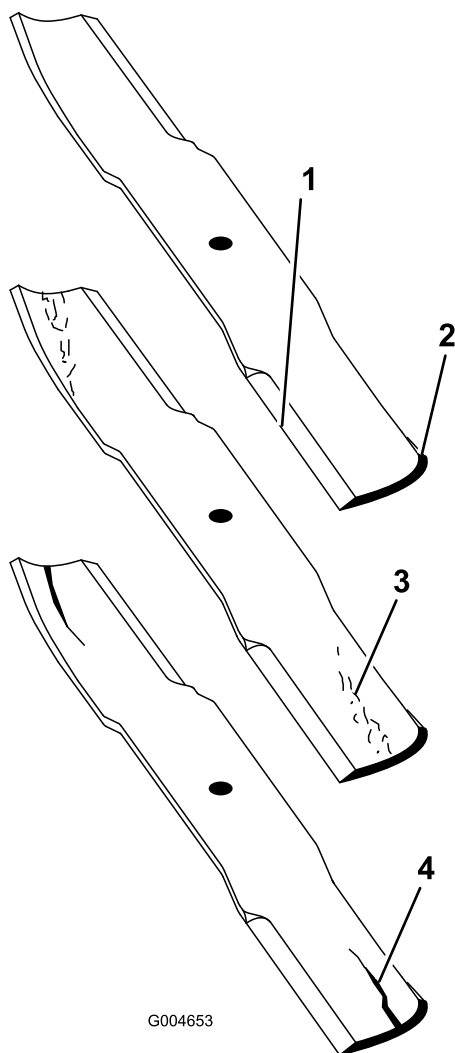

Figura 111
2. Examine cuidadosamente los extremos de corte de la cuchilla, sobre todo en el punto de reunión entre la parte plana y la parte curva de la cuchilla (**Figura 111**). Puesto que la arena y cualquier material abrasivo pueden desgastar el metal que conecta las partes curva y plana de la cuchilla, compruebe la cuchilla antes de utilizar el cortacésped. Si se aprecia desgaste (**Figura 111**), cambie la cuchilla.